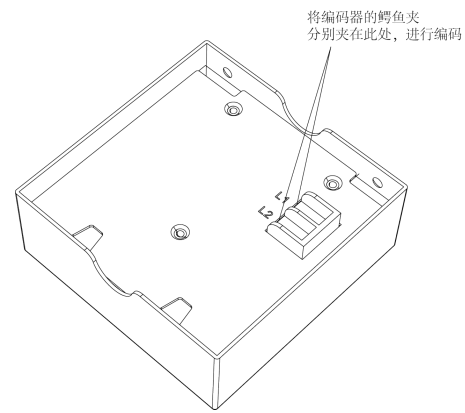

图 5
- 地址编码：将编码器输出端鳄鱼夹夹到图 5 所示 L1、L2 接线端子上（不分极性），把编码器设定为编码功能（“324” 状态），编制正确的地址码，按下“运行” 键，完成地址编码设置。注：详情请参阅编码器说明书。